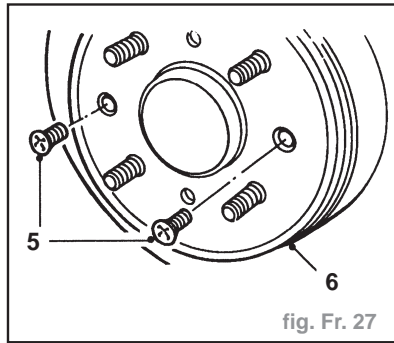

fig. Fr. 27
- Enlever 2 vis (5) maintenant le disque de frein sur le moyeu (fig. Fr. 27).
- Déposer le disque (6) du moyeu. Utiliser des vis d'extraction si nécessaire.